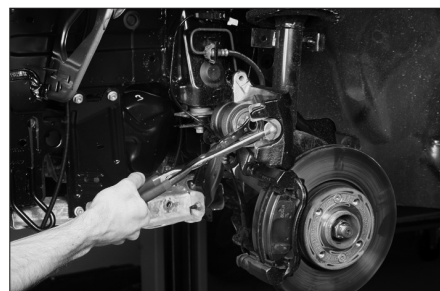

FIG. 4
- à l'aide d'une pince appropriée (exemple : Facom DF6), repousser le piston à fond dans son logement (Fig.4).